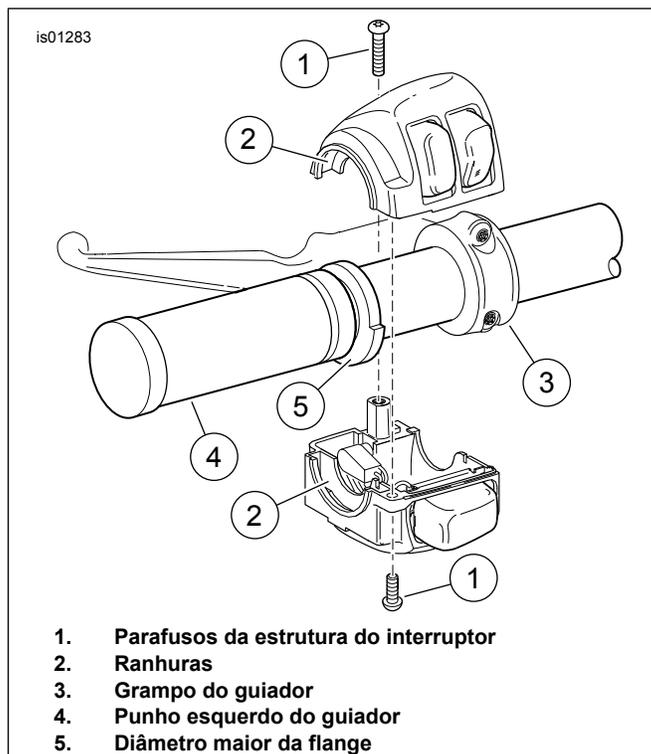

Figura 4. Estrutura do interruptor do guiador esquerdo
3. Ver Figura 4 . Posicionar o punho aquecido do lado esquerdo (4) para que a porção de maior diâmetro da flange (5) fique na parte inferior. Pressione o punho totalmente contra o guiador.
4. Posicione a estrutura inferior dos interruptores por baixo do punho de modo a que as ranhuras (2) no lado exterior da estrutura do interruptor encaixem sobre a flange na extremidade do punho.
14. Consultar Figura 4 , que mostra a montagem semelhante do interruptor do lado esquerdo. Posicione a estrutura inferior dos interruptores por baixo do punho de modo a que as ranhuras (2) no lado exterior da estrutura do interruptor encaixem sobre a flange na extremidade do punho.